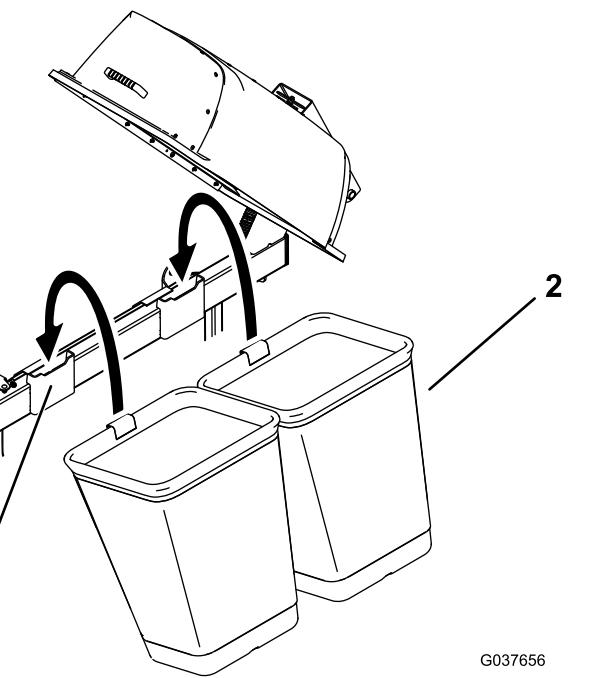

Figura 18
- Instale os sacos nos suportes dos sacos (Figura 18).